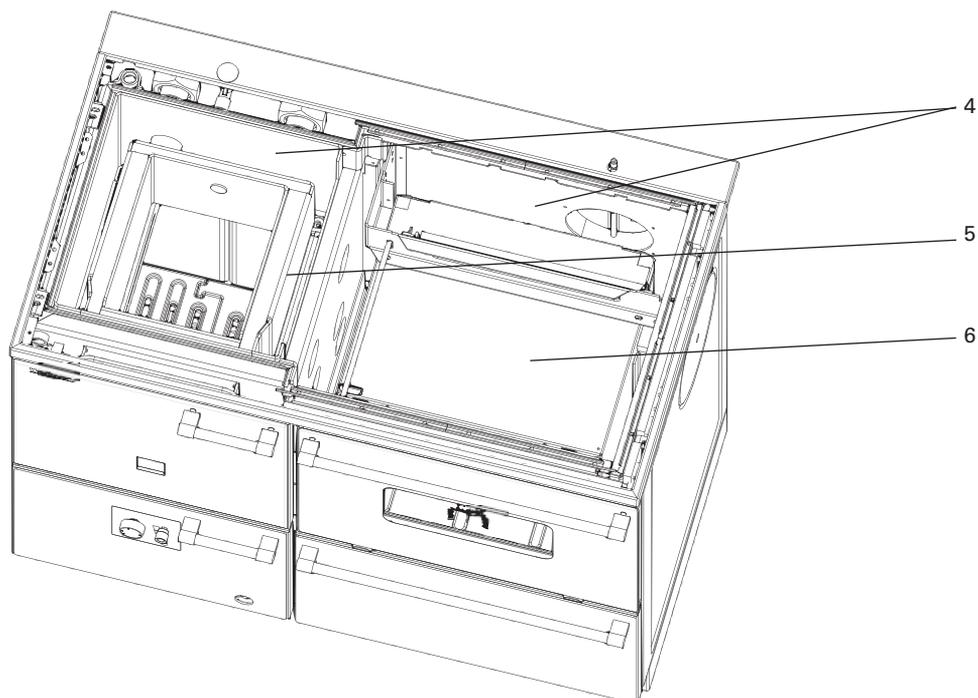

Fig. 18 Pulire le vie di scarico gas, le pareti caldaia e il forno – Vista dall'alto, senza copertura isolante e piano cottura
- 2) Con il raschiatoio per la fuliggine e la spazzola di pulizia, pulire le pareti della caldaia e le vie di scarico dei fumi. Rimuovere la fuliggine asportata, estraendola verso l'alto mediante il raschiatoio della fuliggine o meglio aspirarla con un aspirapolvere – Fig. 18.
- 3) Spazzolare il forno e le vie di scarico dei fumi intorno al forno e aspirare con un aspirapolvere o rimuovere in direzione dell'apertura di pulizia quanto asportato – Fig. 18.